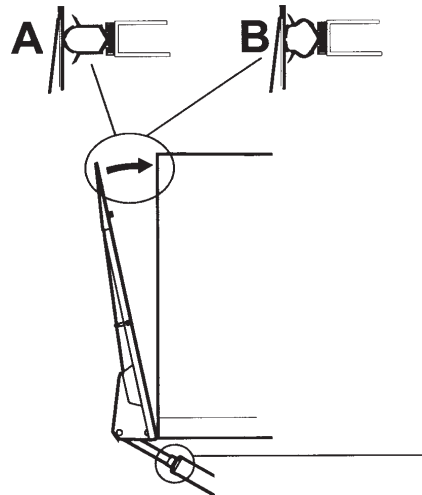

Figura 26. Ajuste de apoyo contra la carrocería
1. Cerrar el puente hacia la caja, véase Figura 26.